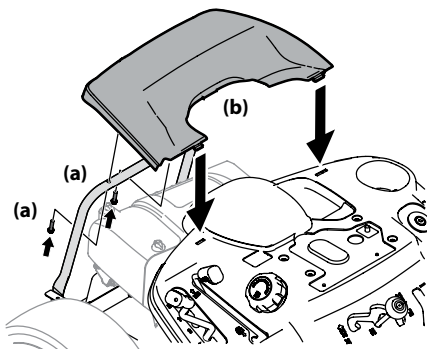

Figura 2-11
- Extraiga los dos tornillos hexagonales instalados en fábrica (a) que están ubicados en la tapa trasera del motor (b). Guarde los tornillos hexagonales (a) para uso posterior. Consulte la Figura 2-11.
- Coloque la tapa trasera del motor (b) ubicándola en su lugar como se indica en la Figura 2-11. Incline la tapa trasera del motor (b) hacia adelante para que calce dentro de las ranuras provistas, luego rótele hacia atrás para alinear los orificios de montaje.